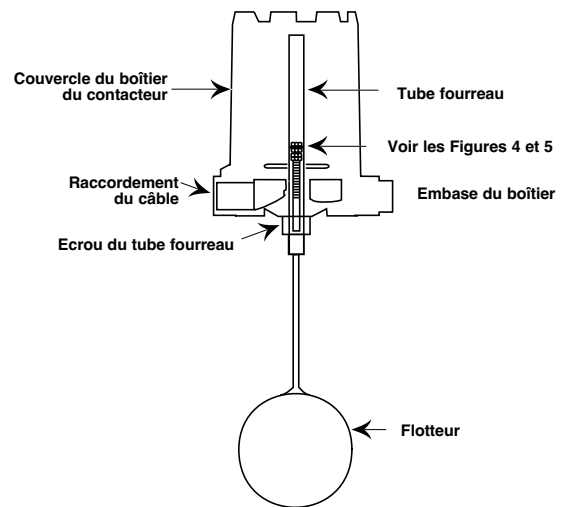

Figure 5
4. Débrancher les fils d'alimentation électrique du mécanisme de contacteur. Tirer les fils pour les faire sortir du presse-étoupe de l'embase du boîtier. Voir la **Figure 5**.
6. Déposer le boîtier du contacteur en dévissant l'écrou du tube fourreau situé immédiatement sous l'embase du boîtier. Voir la **Figure 5**.